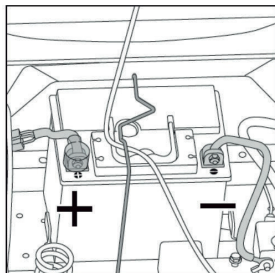

FIG.29
2. REMOVA A EXTREMIDADE "J" (A) DA HASTE DE FIXAÇÃO DA BATERIA POR UM PEQUENO ORIFÍCIO. (FIG.29)
3. REMOVA A OUTRA EXTREMIDADE D A HASTE DE FIXAÇÃO DA BATERIA NA RANHURA CÔNCAVA. (FIG.29)